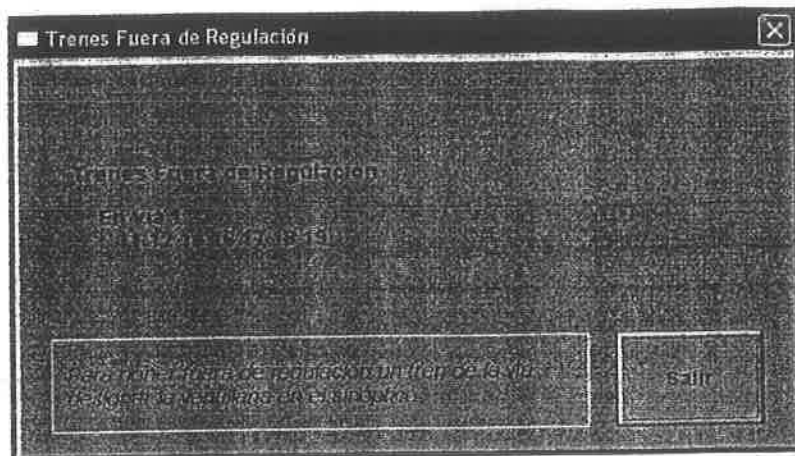

Fig. 8. Ventana " Tren Fuera Regulación "
• Seleccionar el botón “ Tren Fuera Reg. ” (ver Fig 8).	La ventana “ Tren Fuera Regulación ” aparece en la pantalla. En esta ventana se visualizan los trenes que ya están fuera de regulación.